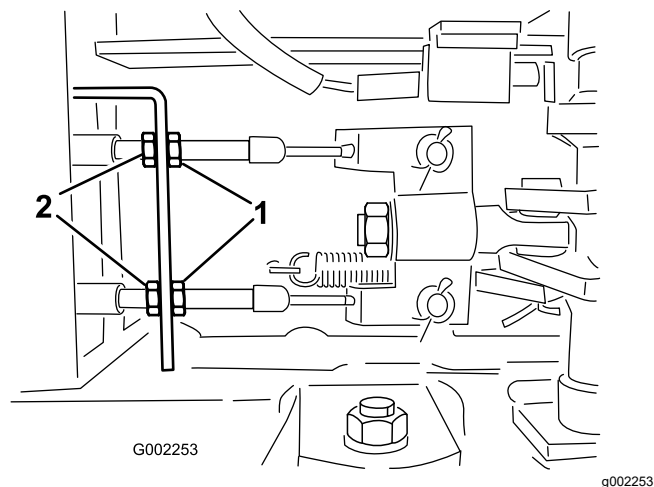

図 105
5. ブレーキケーブルの車両前端側にある前ジャムナットをゆるめる (図 105)。
6. 後ナットを均等に締めて、ブレーキペダルの遊びを 10-20 mm に調整する 図 105。